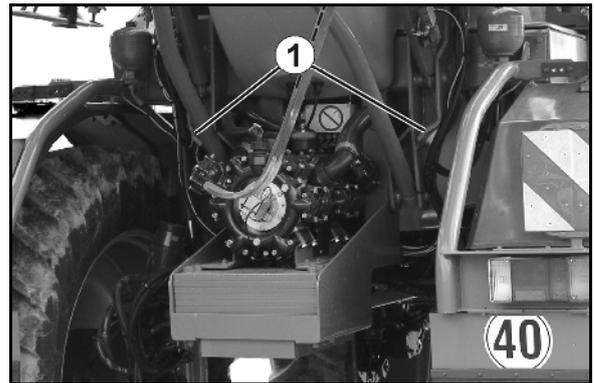

Fig. 4
- 2 Zurrpunkte hinten (Fig. 4/1)